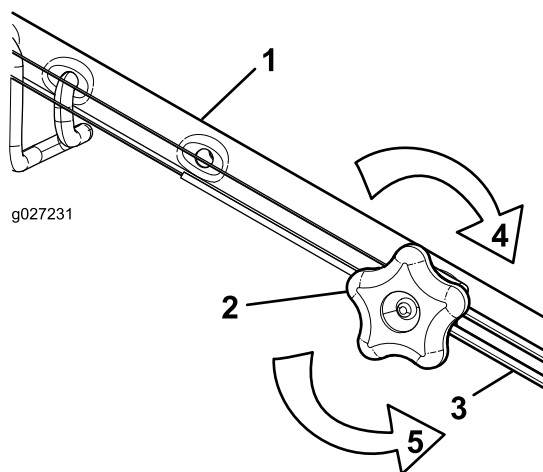

Рисунок 33
1. Поверните ручку регулировки против часовой стрелки, чтобы ослабить затяжку троса (Рисунок 33).
2. Отрегулируйте натяжение троса (Рисунок 33), потянув его назад или вперед, затем удерживайте в этом положении.